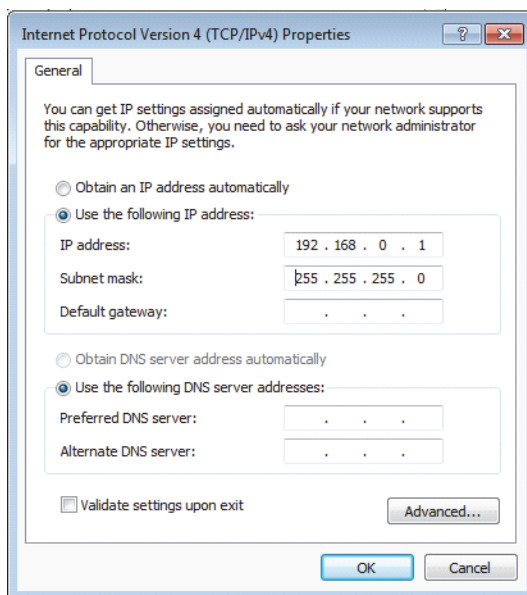

Рис. 7-23 Протокол интернета Версия 4 (TCP/IPv4): Свойства (Windows 7)
7. В диалоговом окне **Internet Protocol Version 4 (TCP/IPv4) Properties** [Свойства: Протокол интернета Версия 4 (TCP/IPv4)] отметьте **Use the following IP address** [Использовать следующий IP-адрес] (см. Рис. 7-23 на стр. 218).